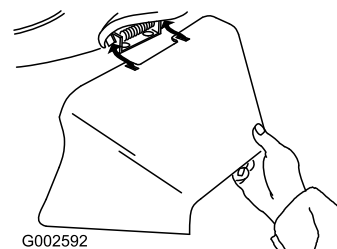

Figure 27
3. Montez l'éjecteur latéral et rabattez le volet sur l'éjecteur (Figure 27).